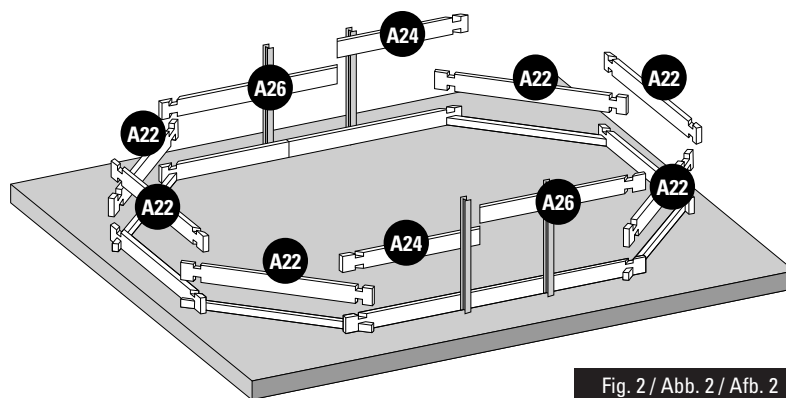

Fig. 2 / Abb. 2 / Afb. 2
- EN** **2nd LAYER OF BOARDS:** • Install the second layer of boards as shown in figure 2. • There is a wooden wedge in the structure packet to correctly assemble the boards. • Never directly hit against the boards. Do not hit them with anything metallic. This would inevitably damage the wood. • Try to correctly assemble the boards right from the start. There should not be any space between each layer of boards to avoid maladjustment of the higher boards.
- FR** **2ÈME RANGÉE DE MADRIERS :** • Positionnez les madriers de la deuxième rangée conformément à la figure 2. • De manière à emboîter correctement les madriers, une cale en bois est à votre disposition dans le colis de structure. • Ne pas taper directement sur les madriers. • Ne pas frapper avec une pièce métallique. Cela détériorerait le madrier irrémédiablement. • Veillez à emboîter bien à fond les madriers dès le départ. Il ne doit pas y avoir d'espace entre chaque rangée pour éviter un décalage au niveau des madriers supérieurs.
- DE** **2. BRETTERREIHE:** • Platzieren Sie die Bretter der zweiten Reihe laut Abb. 2. • Um die Bretter richtig anbringen zu können, finden Sie einen Holzkeil im Paket des Tragwerks. • Nicht direkt auf die Bretter klopfen. • Nicht mit einem Metallteil darauf klopfen. Es würde das Holz unabänderlich beschädigen. • Versuchen Sie, die Bretter von Anfang an tiefgehend ineinander zu fügen. Zwischen den Reihen darf kein Platz sein, um eine Fehlanpassung der oberen Bretter zu vermeiden.
- NL** **2ª RIJ PLANKEN:** • Plaats de planken van de tweede rij zoals aangegeven op afbeelding 2. • Om de planken correct te assembleren, zit er een houten wig in het pakket van het frame. • Sla niet direct op de planken. • Sla er niet direct op met metaal. Hierdoor raakt het hout onherstelbaar beschadigd. • Zorg ervoor dat de planken vanaf het begin stevig op elkaar aansluiten. Er mag geen ruimte tussen de rijen overblijven, om te voorkomen dat de bovenste houtdelen onregelmatig uitkomen.